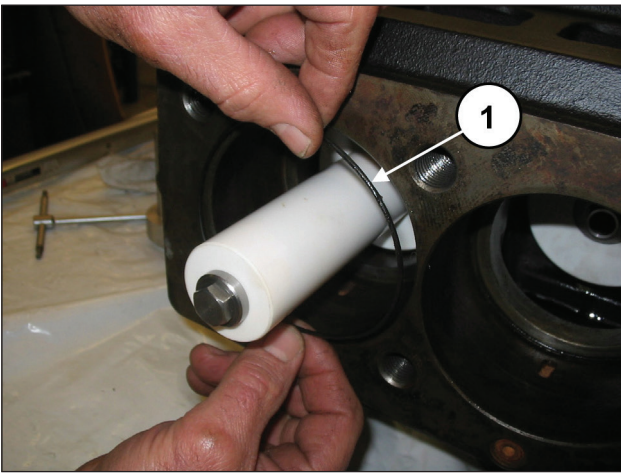
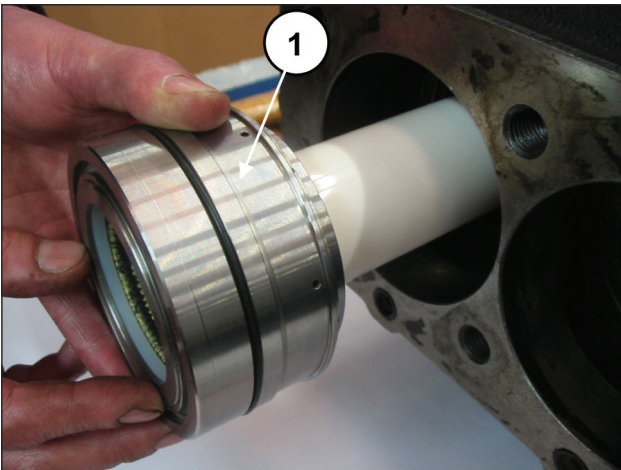

图184
图185
将O形圈插入泵壳内（部件号①, 图184），然后插入预先组装好的缸套/密封圈底座单元（连同该O形圈），直至到底（①, 图185）。